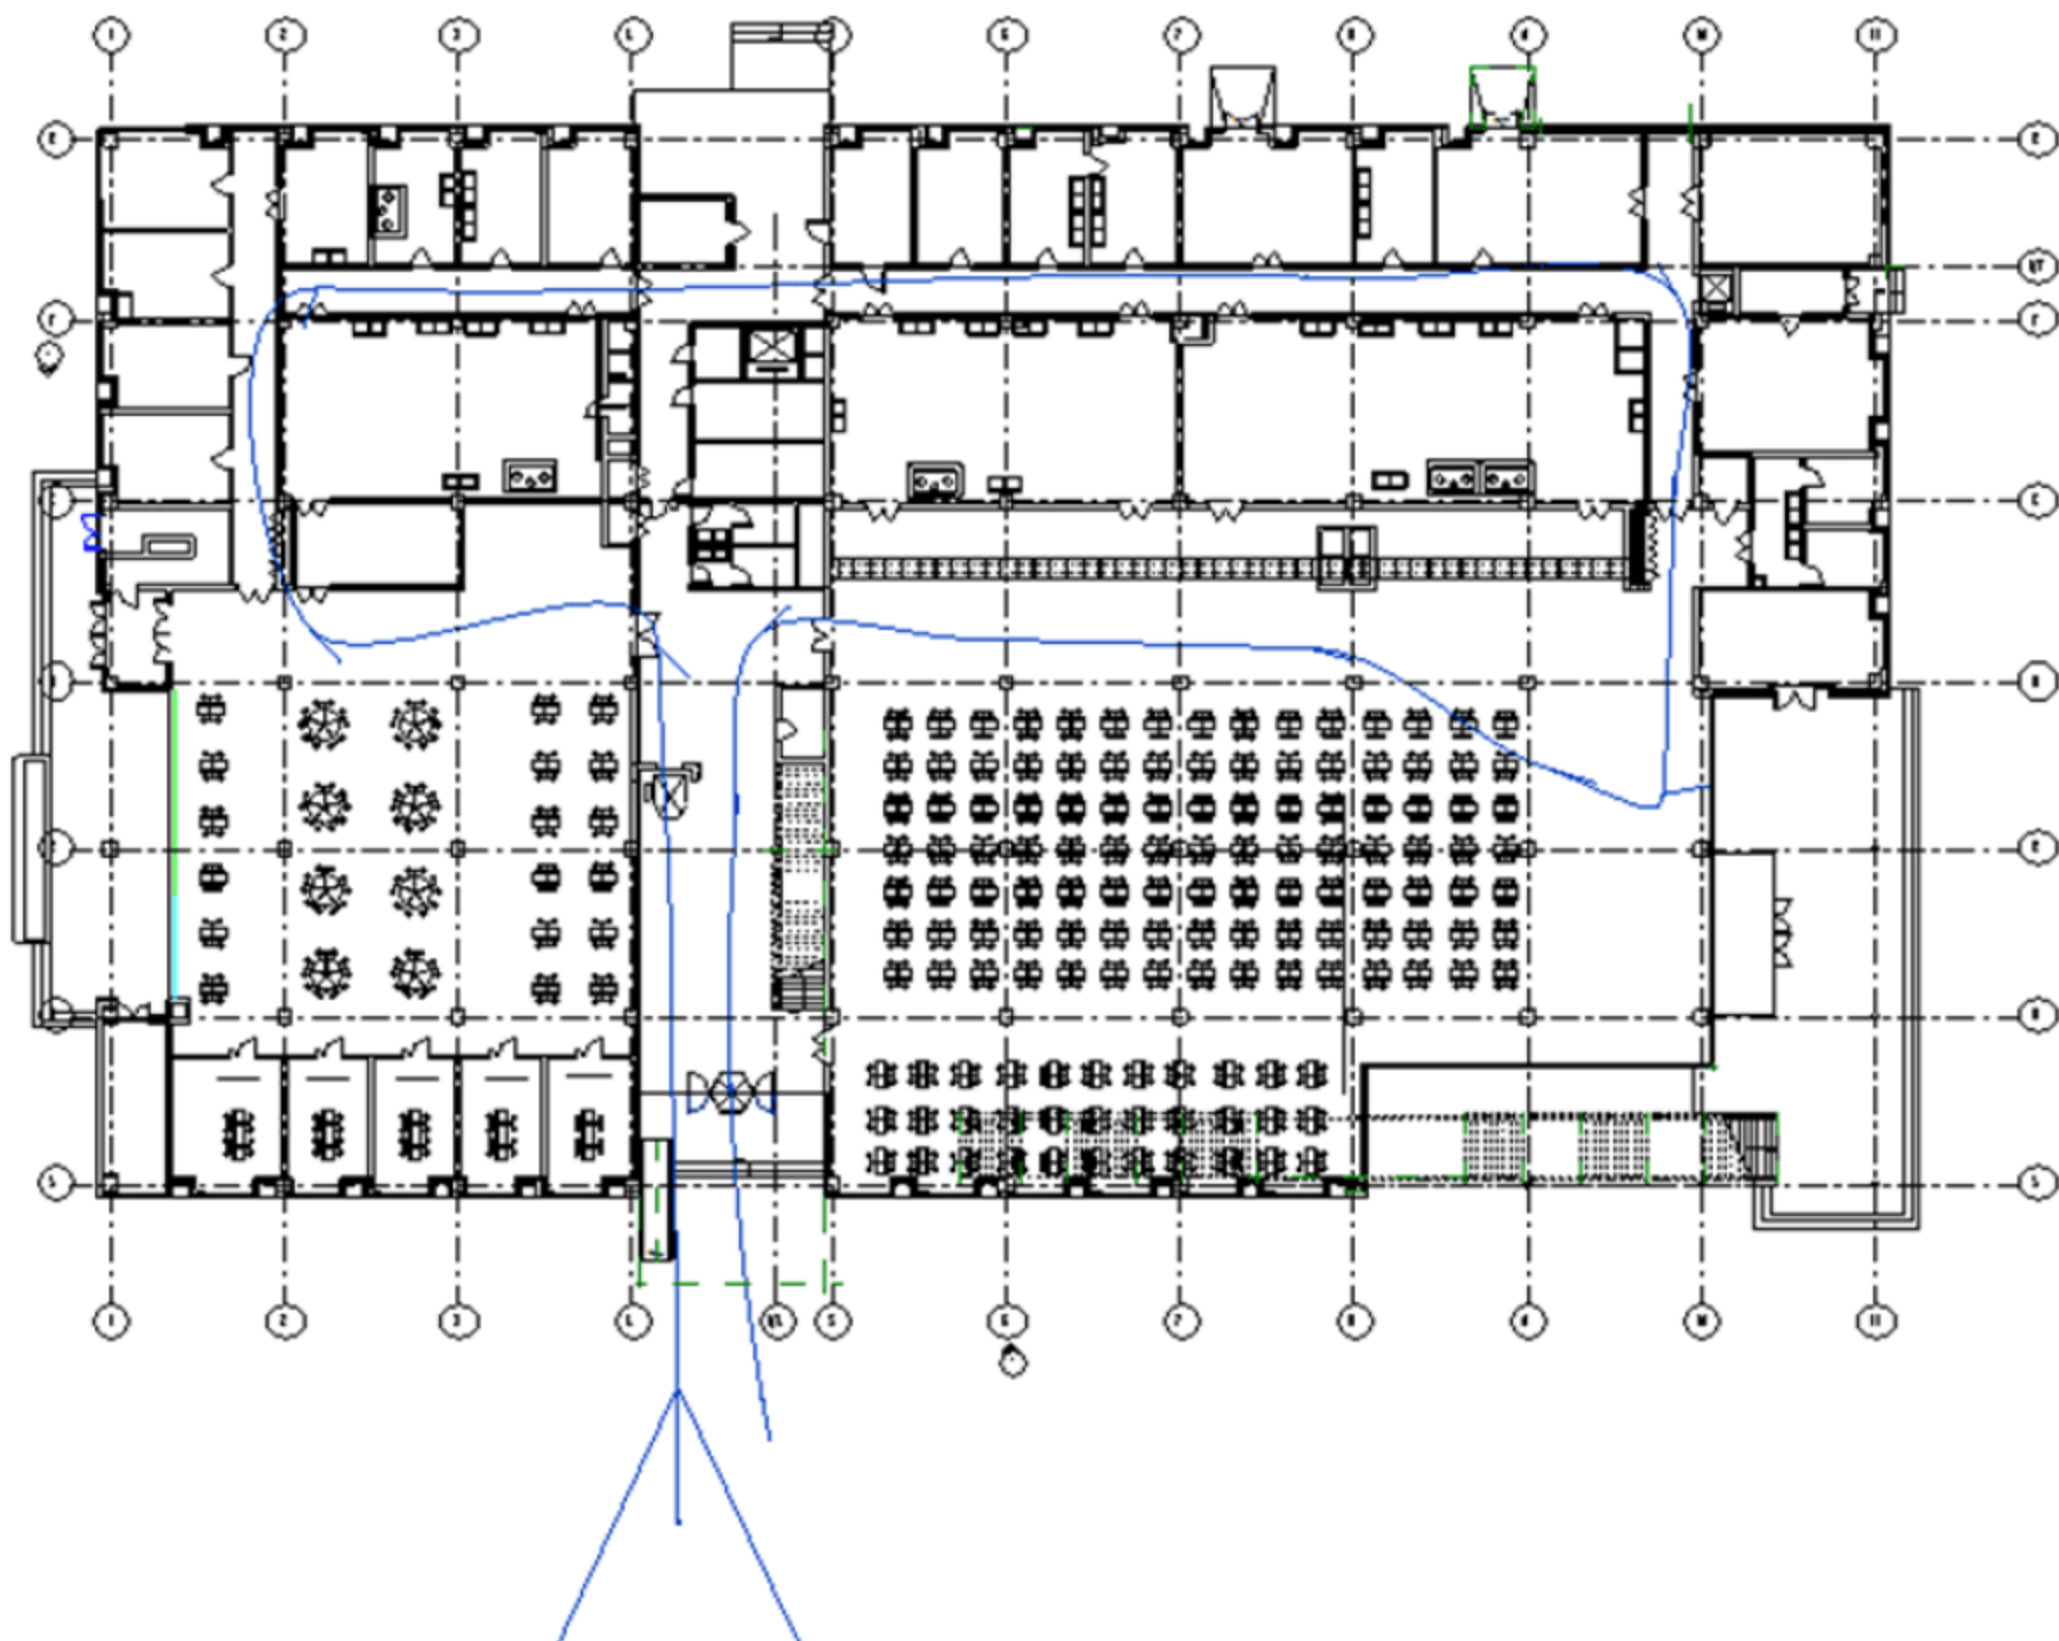

图 13.2.10 绘制室内漫游
(4) 完成漫游路径。可以用单击“完成漫游”按钮、双击空白处、按 Esc 键的任意一种方式来完成漫游路径。
(5) 室内漫游。室内漫游动画就是利用 3D 渲染技术让观看者切身感受一栋建筑的内部构造的动画，多用于房地产广告宣传和厂商之间的交流。通过室内漫游动画，让想买房的人，可以对某套房型的大小、环境、装修风格、所运用的材质、色彩等要素有一个直观的了解。选择“视图”→“三维视图”→“漫游”命令，通过沿着建筑内部设置相机位置即设置观测路径来绘制室内漫游，如图 13.2.10 所示。绘制完成后单击“完成漫游”按钮结束绘制。